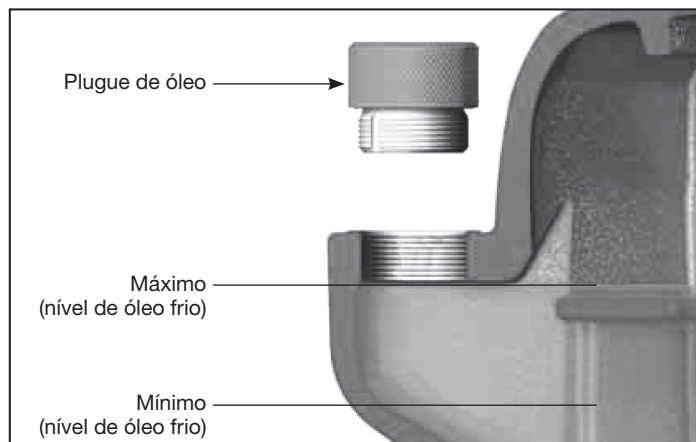

Figura 7 - Nível de óleo
ESSA UNIDADE CONTÉM ÓLEO. Antes de operar o compressor, verifique o nível de óleo (consulte a figura 7).
VERIFICAÇÃO DE NÍVEL DE ÓLEO (Consulte a figura 7)
5. Se necessário, complete o óleo do mesmo tipo e mesma marca até o nível máximo (consulte a figura 7 e a seção de lubrificação).
1. Verifique o nível de óleo (consulte a figura 7).